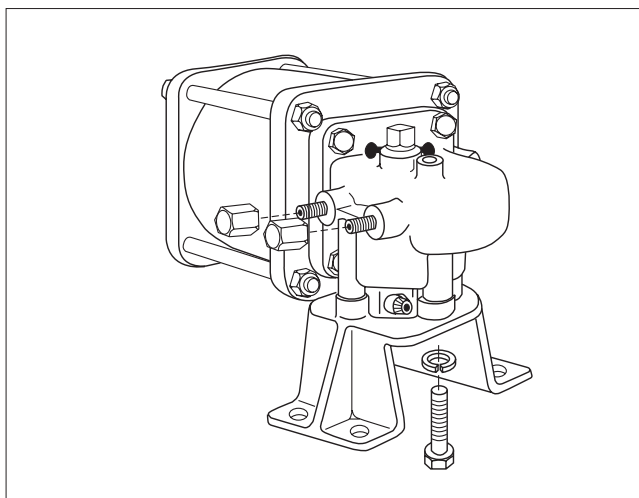

Figure 10.
2. Montez le support sur l'actionneur tel qu'indiqué à la **Figure 10**. Serrez au couple indiqué au **Tableau 4**.